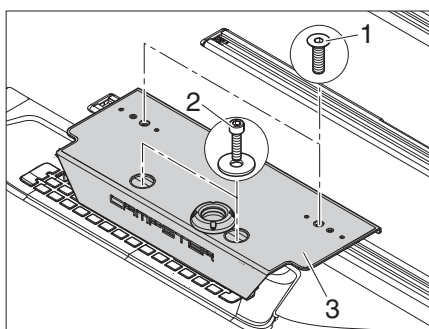

Figura 58 Soporte del bloque de cocina
- Desatornille los dos tornillos de hexágono interior cabeza avellanada (Figura 58,1).
- Desatornille los dos tornillos de hexágono interior (Figura 58,2) con arandelas.
- Retire el soporte del bloque de cocina (Figura 58,3).